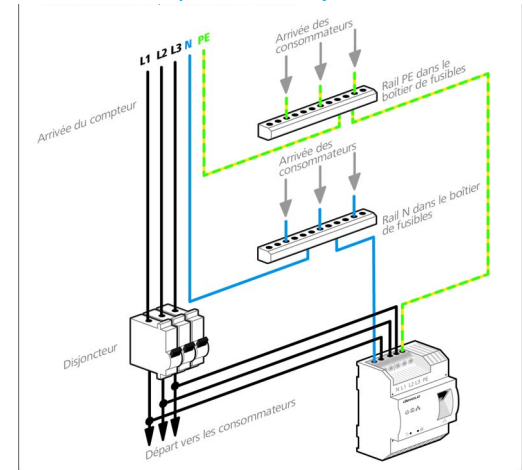

Fig. 5
- **Branchement triphasé** : le conducteur de neutre et le premier conducteur de phase sont branchés sur les bornes **N**, **L1**, **L2** et **L3**. La **tension électrique** est appliquée aux bornes **N** et **L1** (voir la fig. 5).